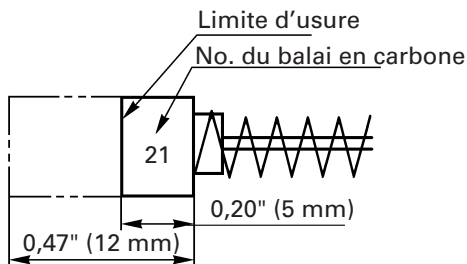

Fig. 6
4. Contrôle des balais en carbone (Fig. 6)
REMARQUE : Utiliser le balai en carbone metabo HPT No. 21 indiqué sur la Fig. 6.